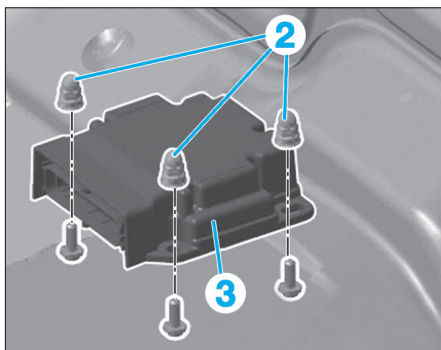

FIG. 11
- Déposer les vis (2) (Fig.11).